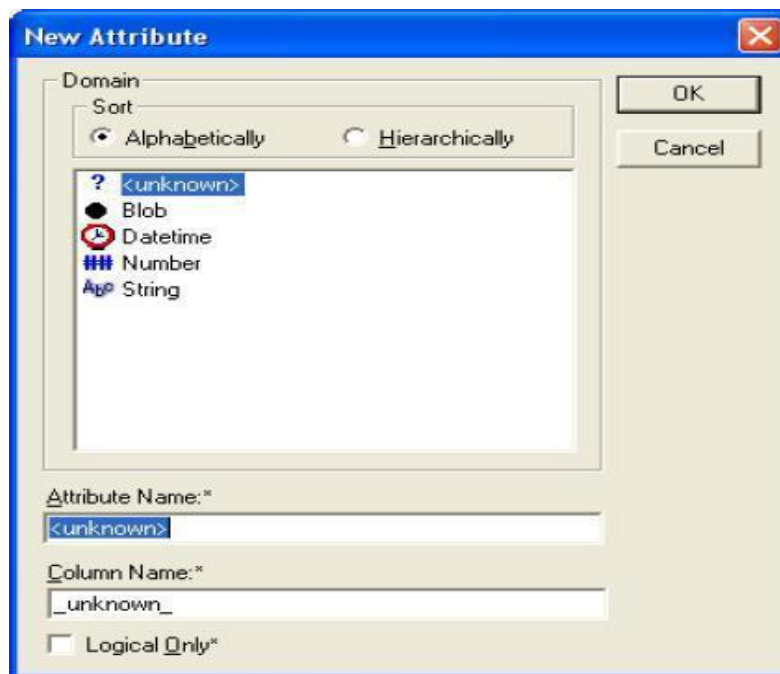

Рисунок 5.Окно создания атрибута
- В появившемся окне можно просмотреть и отредактировать информацию о созданных атрибутах, создать новые. Здесь же задается первичный ключ. Для создания нового атрибута следует нажать кнопку *New*. В появившемся окне можно выбрать тип атрибута (BLOB, дата/время, число, строка), задать имя атрибута (*Attribute Name*) и имя столбца (*Column Name*), который будет соответствовать атрибуту на физическом уровне (рис.5).